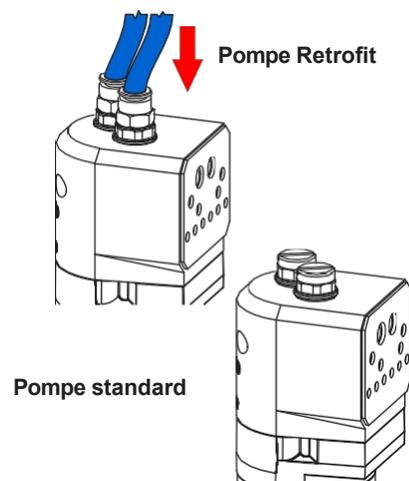

Figure 18 Réinstallation du tuyau d'air de purge
4. Voir la figure 18. Installer les ensembles de tubes de fluidification dans le corps de la pompe. Serrer les bouchons d'accès, puis rebrancher le tuyau d'air de purge.